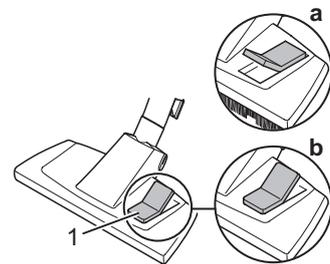

Abb. 15
5. Stellen Sie je nach Bodenbelag den Umschalter „Teppich/Hartboden“ (Abb. 15) ein:
- **Hartboden (Abb. 15/a)**
- **Teppich (Abb. 15/b)**